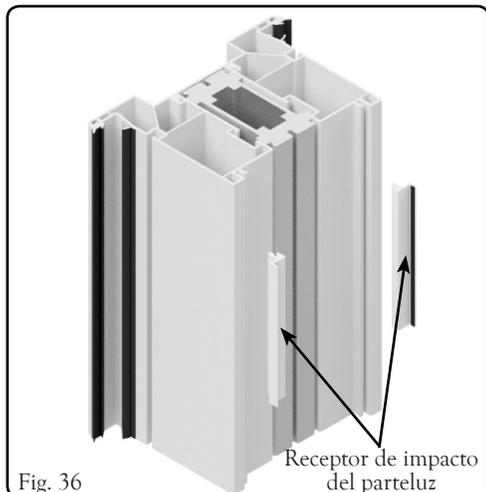

Fig. 36
- Consulte la Fig. 36. En el interior, aplique el receptor de impacto del parteluz en las ranuras auxiliares interiores. Asegúrese de que el pestillo que se engancha en la ranura auxiliar esté orientado hacia el parteluz.